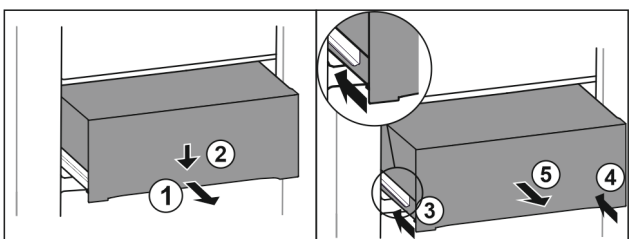

Fig. 165
- Schubfach halb herausziehen. Fig. 165 (1)
- Schubfach an der Vorderseite nach unten drücken. Fig. 165 (2)
- Linke Schiene etwa 2 cm einschieben. Fig. 165 (3)
- Rechte Schiene etwa 2 cm einschieben. Fig. 165 (4)
- Schubfach nach vorne entnehmen. Fig. 165 (5)